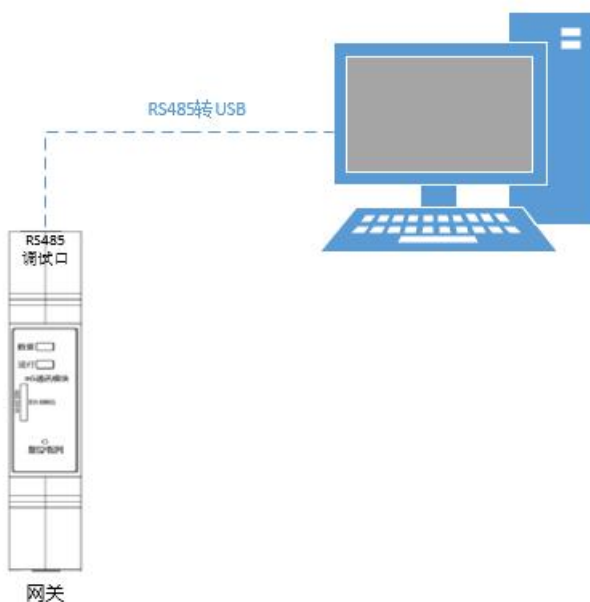

图 6 网关配置与 PC 接线图
- (1) 网关插入 sim 卡，如非 4G 或 NB-IoT 网络无需该步骤；
- (2) 按“2.3 接线”方式接好断路器和网关；
- (3) 如图 6，使用 RS485 转 USB 线将网关调试口与 PC 机连接起来；
(4) 打开“智能断路器网关配置工具”软件配置相关参数；